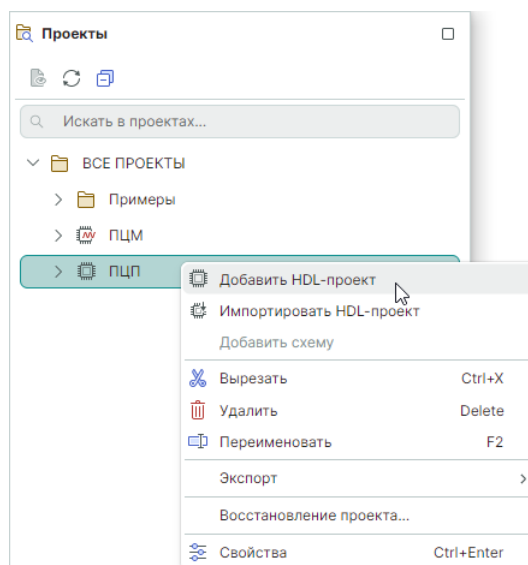

Рис. 17 Добавление HDL-проекта с имени проекта
2. Выберите пункт «Добавить HDL-проект», см. Рис. 17.